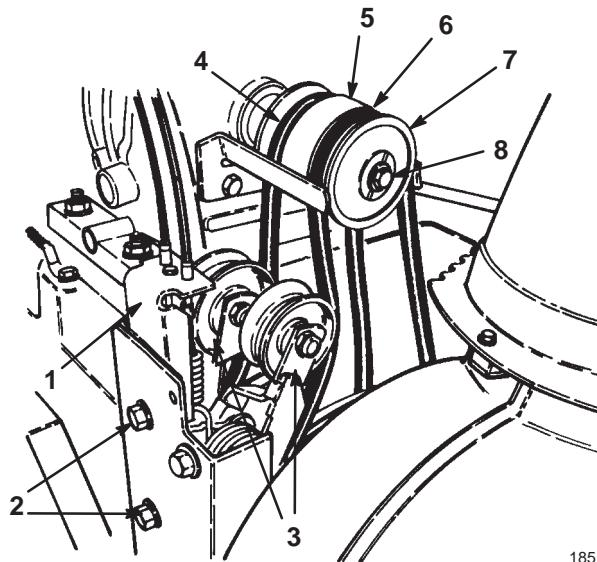

Figure 31
Si la courroie d' entraînement de tarière/roue hélice ou de transmission (Fig. 31) est usée, imbibée d' huile ou endommagée de quelque autre manière, remplacez-la par une courroie neuve.
5. Enlevez les deux boulons à embase qui fixent l'ensemble poulie folle au bâti du moteur et déposez l'ensemble poulie folle (Fig. 31).
6. Enlevez le boulon et la rondelle de blocage qui fixent la demi-poulie à gorge à l'avant de l'ensemble poulie (Fig. 31).
7. Déposez la demi-poulie à gorge et la courroie d' entraînement de tarière/roue hélice hors du vilebrequin et déposez la courroie (Fig. 31).
8. Si la courroie de transmission doit être remplacée, déposez la partie centrale de la poulie et la courroie du vilebrequin, puis déposez la courroie de la poulie (Fig. 31).
10. Si vous remplacez la courroie de transmission, installez-la autour de la transmission aux roues et de la poulie centrale, et glissez cette dernière sur le vilebrequin (Fig. 31).
11. Installez la courroie sur la poulie folle (Fig. 31).
12. Installez la courroie d' entraînement de tarière/roue hélice autour de la demi-poulie à gorge et glissez cette dernière sur le vilebrequin (Fig. 31).
14. Installez l'ensemble poulie folle sur le bâti du moteur et fixez-le avec les deux boulons à embase (Fig. 31).